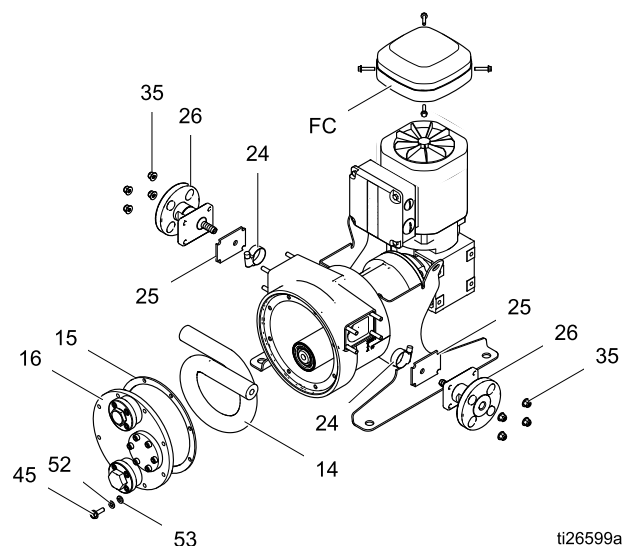

Figure 2 Retirer ou monter le tuyau
2. Voir Figure 2, page 10. Utiliser une clé pour retirer les boulons (45) et les rondelles (52, 53, le cas échéant) qui retiennent le capot avant (16), retirer d'abord la vis supérieure puis la rondelle (le cas échéant). Retirez le capot de la pompe. Si le capot est coincé, casser doucement le joint avec un tournevis à tête plate enfilé entre le capot et le boîtier.